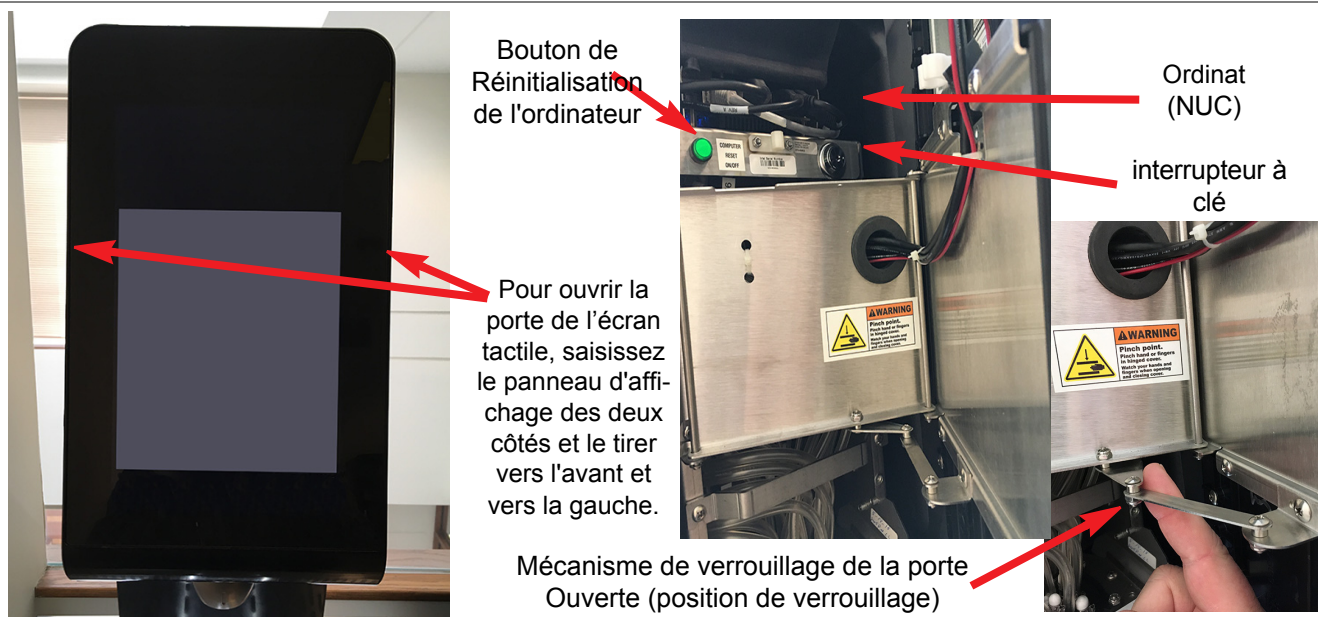

Figure 2
1. comme indiqué à la Figure 2, appuyer sur l'icône **TOUCH TO START** sur l'écran tactile.
- 3 Retirer les composants de la buse de la vanne (boîtier de la buse et la buse) de l'unité. Se référer aux Figure 2 et Figure 3.
Remarque: La buse peut être à l'intérieur du boîtier lorsque le boîtier est retiré comme sur la Figure 2. Si tel est le cas, séparer la buse du boîtier avant de nettoyer comme présenté sur la Figure 3. Dans le cas contraire, saisir la buse sous la vanne et la tirer vers le bas de l'unité.
- Avec le diffuseur en place, installer la buse multimarque dans le boîtier de la buse de sorte que les languettes dans la buse soient alignées avec les pattes du boîtier (voir la Figure 2 ci-dessus).